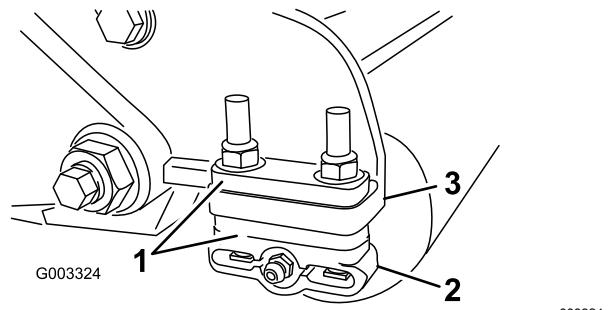

図 14
- 希望の刈高範囲に必要な数のスペーサを刈高チャートで確認し、スペーサをサイドプレートの取り付けフランジ図 14 の下に入れて、後ローラのブラケットの位置を正しくセットする図 14。